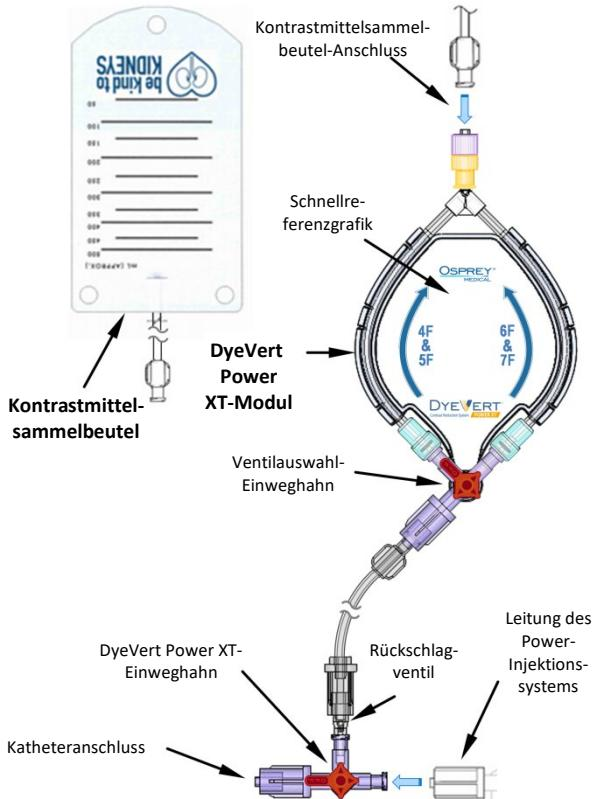
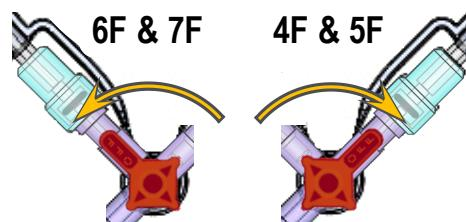

Abbildung 1 – Zusammenbau und Komponenten
Abbildung 4 – DyeVert-Ventilauswahlhahn
- 3) Befestigen Sie den weiblichen Luer-Anschluss des DyeVert Power XT-Einweghahns am männlichen Luer-Anschluss am Leitungsende des Power-Injektionssystems. (siehe Abbildung 1)
- 4) Stellen Sie sicher, dass der DyeVert Power XT-Einweghahn mit der Aufschrift „OFF“ (ZU) zum Katheteranschluss ausgerichtet ist und in Richtung zum Ventilauswahl-Einweghahn AUF ist. (siehe Abbildung 1)
- 8) Schließen Sie den Kontrastmittelsammelbeutel an den Luer-Anschluss an, der sich am distalen Ende des DyeVert Power XT befindet. (Siehe Abbildung 1)
- a. Je nach der für das Verfahren verwendeten Kathetergröße und gemäß dem Flüssigkeitsfluss aus Abbildung 1 stellen Sie den Ventilauswahl-Einweghahn in die Position „4F & 5F“ oder „6F & 7F“. (Siehe Abbildung 4)